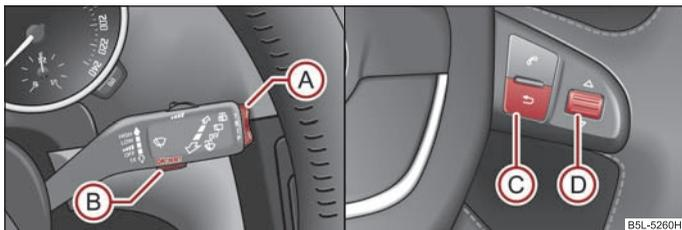

Fig. 19 Display multifunzione: elementi di comando sulla leva del tergicristallo / elementi di comando sul volante multifunzione
La commutazione della memoria viene eseguita con il tasto **B** ⇒ pag. 20, fig. 19 sulla leva del tergicristallo oppure con il tasto **D** del volante multifunzione ⇒ pag. 20.
Il tasto a bilico **A** ⇒ fig. 19 ed il tasto **B** sono disposti sulla leva del tergicristallo. La commutazione e l'azzeramento sul volante multifunzione si effettua con la rotella zigrinata **D**.
Se la temperatura esterna scende sotto i +4°C, prima del valore della temperatura viene visualizzato il simbolo di un fiocco di neve (avvertimento per fondo stradale gelato) e viene emesso un segnale acustico. Dopo aver premuto il tasto a bilico **A** sulla leva del tergicristallo ⇒ fig. 19 o il tasto **C** sul volante multifunzione ⇒ fig. 19 viene indicata la funzione visualizzata per ultima.
Sul display compare il tempo trascorso al volante dall'ultima cancellazione della memoria. Se si intende misurare il tempo di guida a partire da un determinato momento, occorre azzerare previamente la memoria a partire da quel momento premendo il tasto **B** sulla leva del tergicristallo ⇒ fig. 19 oppure la rotella zigrinata **D** sul volante multifunzione ⇒ fig. 19 per più di 1 secondo.
Se si intende misurare il consumo di carburante medio per un determinato periodo di tempo, occorre azzerare previamente la memoria premendo il tasto **(B)** sulla leva del tergicristallo ⇒ pag. 20, fig. 19 oppure la rotella zigrinata **(D)** sul volante multifunzione ⇒ pag. 20, fig. 19. Dopo aver cancellato la memoria, per i primi 100 metri sul display compaiono dei trattini.
Sul display compare la distanza percorsa dall'ultima cancellazione della memoria ⇒ pag. 19. Se si intende misurare il tratto di strada percorso a partire da un determinato momento, occorre azzerare previamente la memoria a partire da quel momento premendo il tasto **(B)** ⇒ pag. 20, fig. 19 sulla leva del tergicristallo oppure la manopola **(D)** sul volante multifunzione ⇒ pag. 20, fig. 19.
Sul display è indicata la velocità media in km/h dall'ultima cancellazione della memoria ⇒ pag. 19. Se si intende misurare la velocità media di marcia per un determinato periodo di tempo, occorre azzerare previamente la memoria premendo il tasto **(B)** sulla leva del tergicristallo ⇒ pag. 20, fig. 19 oppure la rotella zigrinata **(D)** sul volante multifunzione ⇒ pag. 20, fig. 19.
- Con il tasto **(B)** della leva del tergicristallo ⇒ pag. 20, fig. 19 o la rotella zigrinata **(D)** sul volante multifunzione ⇒ pag. 20, fig. 19 selezionare la voce di menu **Avviso di superamento della velocità.**